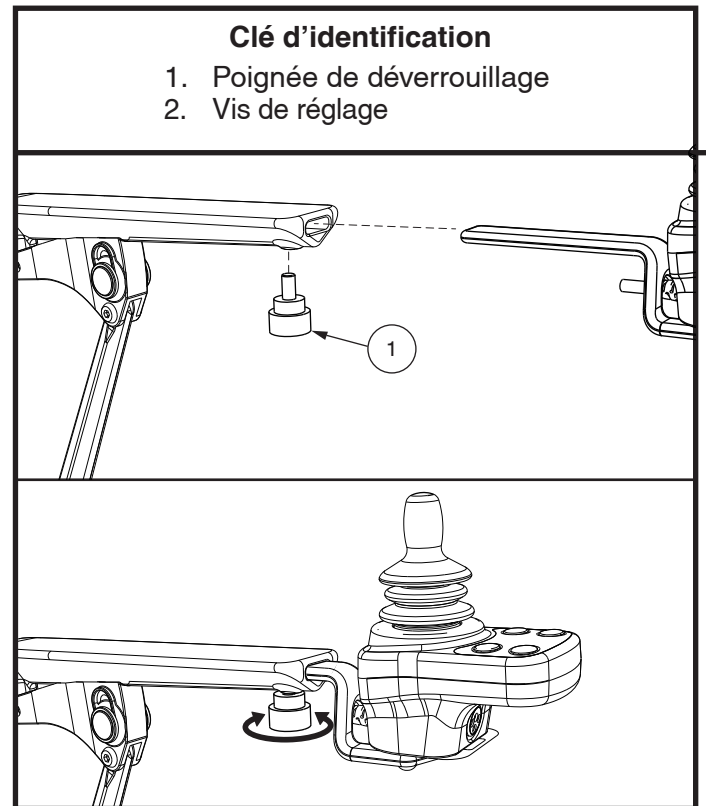

Figure 9. Retrait/installation du composant de l'accoudoir
2. Desserrez la vis à oreilles. **Voir la figure 9.**
3. Relevez l'accoudoir du contrôleur et desserrez la vis moletée. **Voir la figure 9.**